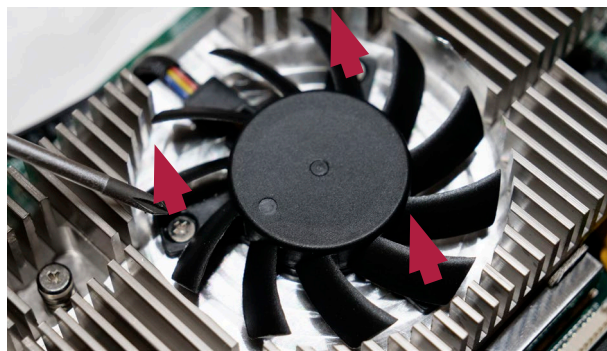

Figura 24 Extracción de los tornillos del ventilador
b) Afloje los tres tornillos que fijan el ventilador en su posición (Figura 24)
f) Coloque y apriete los tres tornillos (par de apriete máx. 0,3 Nm) que fijan el ventilador en su posición (véase la Figura 24)